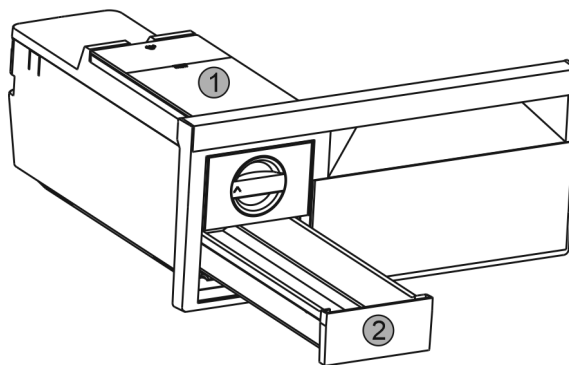

Fig. 37
- ▶ Vyměňte nádržku na vodu Fig. 37 (1) a zásuvku na kostky ledu Fig. 37 (2).